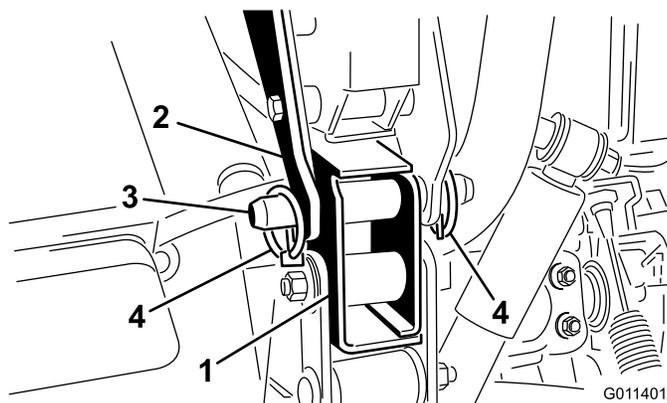

Рисунок 8
6. Прикрепите каждый задний кронштейн к раме машины штифтами с головкой и отверстиями под шплинты и двумя шплинтами (Рисунок 8).